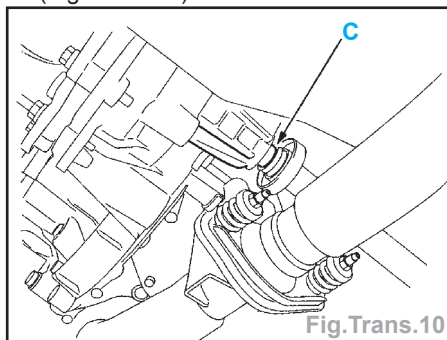

Fig.Trans.10
- mettre le déflecteur dans sa gorge (C) (Fig.Trans.10).